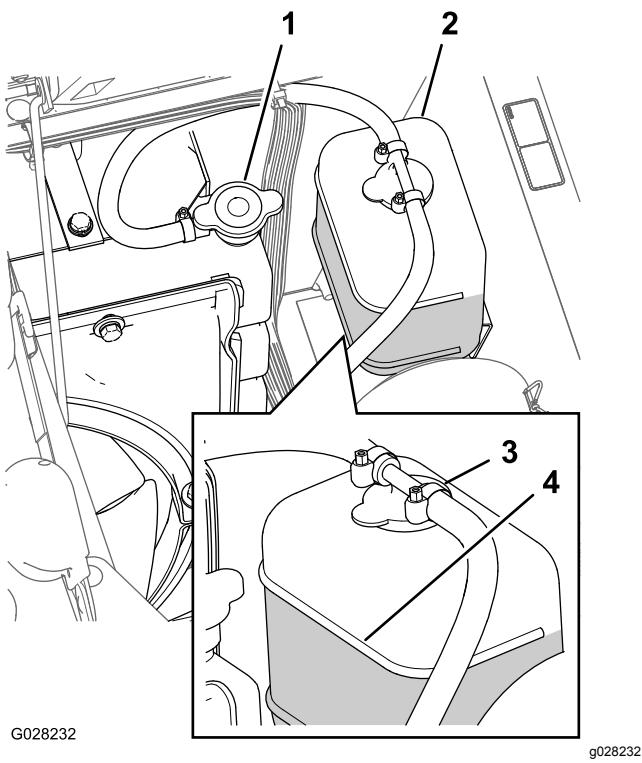

図 20
3. ラジエーターのキャップを注意深く開ける(図 20)
- 注** ラジエターは補給口の首の上部まで、補助タンクはFULLマークまであれば適正です 図 20。
5. 不足であれば補助タンクとラジエター本体に補給するラジエターは首の部分まで、タンクはFULLマークまで入れる 図 20。
6. ラジエターと補助タンクのキャップを閉める 図 20。